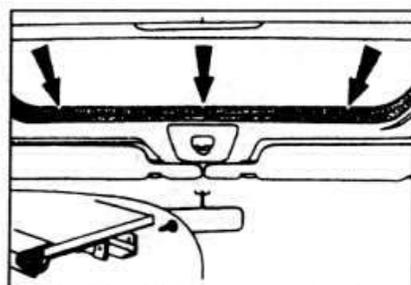

Рис. 11.56. Расположение винтов крепления нижней рамы на стеклянной крышке.
- Для проведения регулировки откройте крышку люка. Вывинтите 3 винта крепления нижней рамы на стеклянной крышке. Вдвиньте нижнюю раму в крышку (см. рис. 11.56).